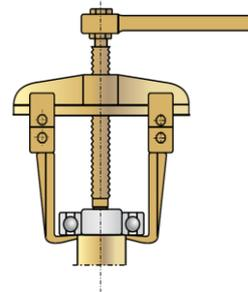

Figura 11.1: Dispositivo para extraer rodamientos
5. Remover el rodamiento sujeto a la punta de eje trasera con el auxilio del dispositivo de sacar rodamientos (Figura 11.1). Al remover el rodamiento, éste deberá ser descartado.
6. Remover el rodamiento sujeto a la punta de eje trasera, con el auxilio del dispositivo de sacar rodamientos, ilustrado en la Figura 11.1. Al remover el rodamiento, éste deberá ser descartado.